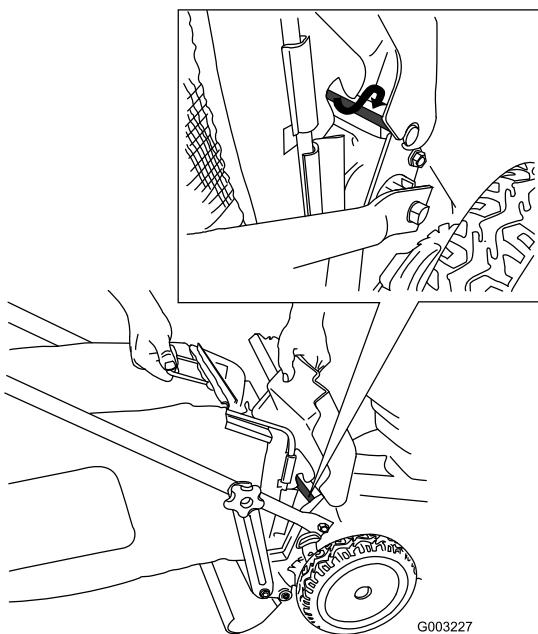

Figure 24
4. Montez le bac sur la tige du volet (Figure 24).